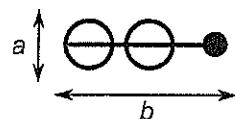

図3 5CB分子
- (2) 液晶相では、分子配列に秩序性が存在する。5CB分子を模式的に図3のように示すことにしよう。5CBが平面状に2次元結晶として並ぶ場合、単位胞が $a \times b$ になる配列、および $a \times 2b$ となるような分子の配列をそれぞれ記し、単位胞を四角形で示せ。なお、解答にあたっては図3の分子模式図を用いて描くこと。